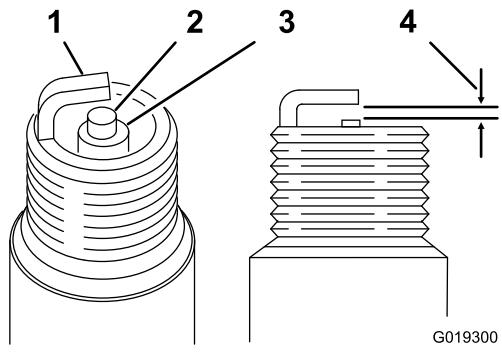

Figure 46
- Examinez le centre de la bougie (Figure 46). Si le bec isolant est recouvert d'un léger dépôt gris ou brun, le moteur fonctionne correctement.
2. Avec une jauge d'épaisseur, mesurez l'écartement entre l'électrode latérale et l'électrode centrale (Figure 46).